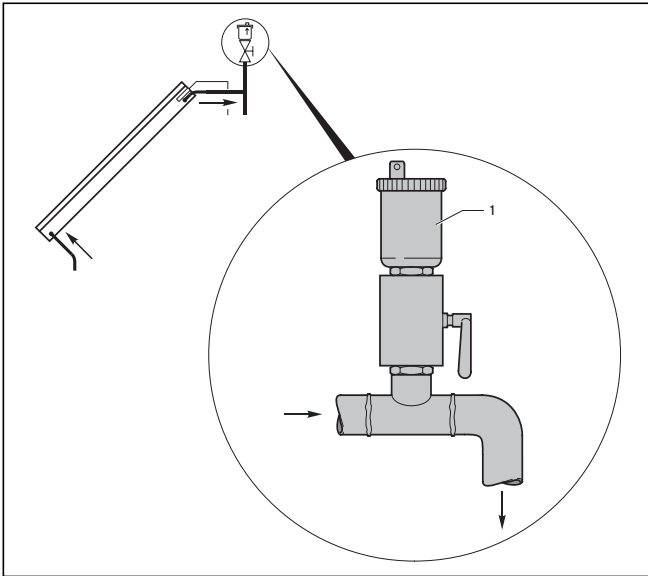

Abb. 4.2 Entlüfter
- Entlüftung über einen automatischen Schnellentlüfter mit Absperrhahn (→ **Abb. 4.2**)